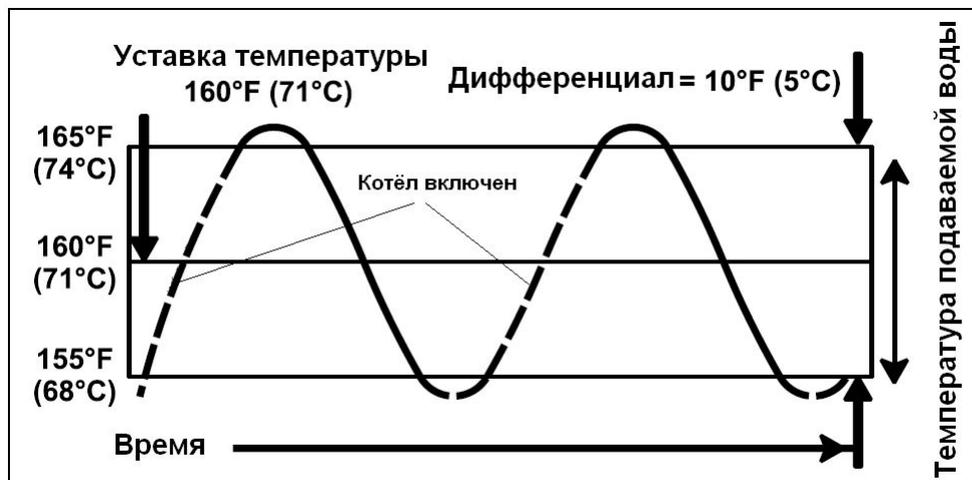

Рис. 18 График температуры на линии подачи воды.
**BOIL TARGET (Целевая температура)** – Уставка температуры (см. раздел 6.2.4.5 и рис. 18)
**DIFF (Дифференциал регулятора)** – Данный параметр задает отклонение температуры воды от уставки. Температура воды может опуститься ниже уставки на половину значения дифференциала перед включением первой ступени горелки и подняться на половину значения дифференциала перед отключением горелки (см. раздел 6.2.4.1 и рис. 18).
лом. Дифференциал задает отклонение температуры воды от уставки температуры. Если температура воды по управляющему датчику опускается ниже температуры уставки на половину значения дифференциала, зажигается первая ступень горелки. Если температура воды по управляющему датчику поднимается выше температуры уставки на половину значения дифференциала, первая ступень горелки гаснет (см. рис. 18). Остальные ступени горелки будут работать последовательно в выбранном режиме работы.